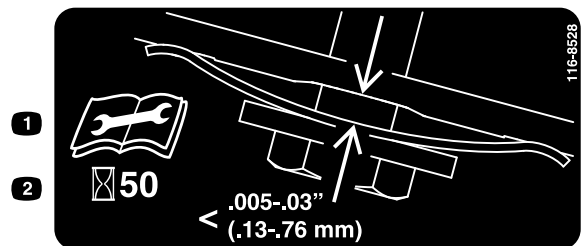

Figure 37
3. Placez une jauge d'épaisseur réglée entre 0,13 et 0,76 mm contre la paroi, et faites-la glisser vers le bas derrière le ressort de tension de la courroie ; voir Figure 37.